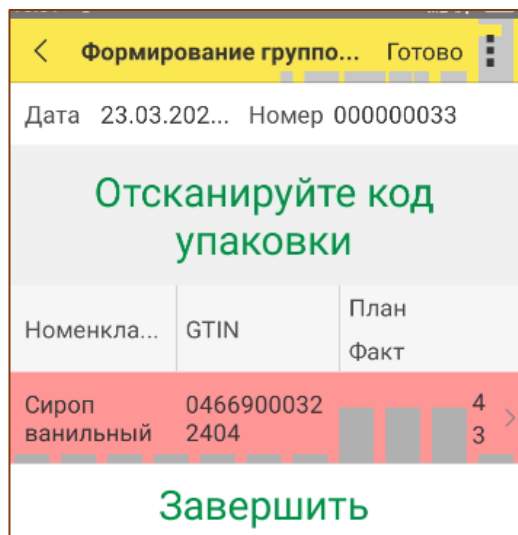

Рис. 8.11 – Отображение в разрезе документа
- В документе будет отображена общая информация по отсканированным КМ в разрезе GTIN (Рис. 8.11).